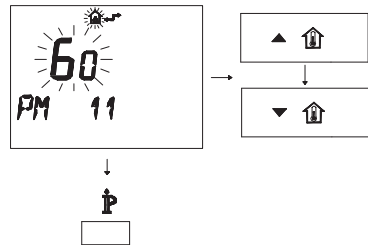

Fig. 5.77
- Per modificare il SET programmato agire sui pulsanti \uparrow o \downarrow e aspettare che il numero programmato cominci a lampeggiare (Fig. 5.77). Ogni passo incrementato o decrementato corrisponde a 1 secondi.